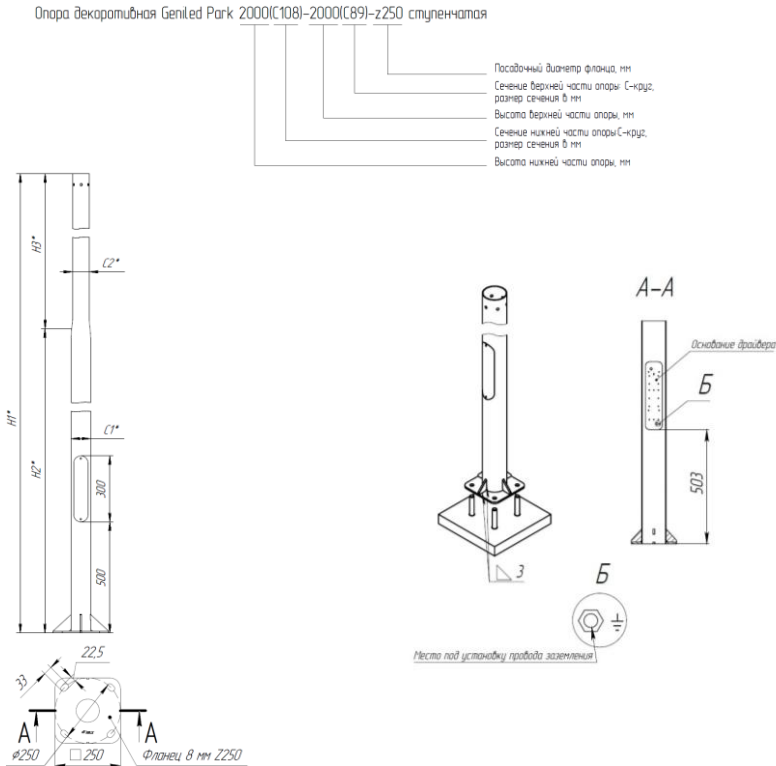

Рисунок 1. Габаритные размеры и составные части ступенчатой опоры Geniled Park.
Габаритные и присоединительные размеры	См. рис. 1
- 5.3. Внимание! Подключение комплекта освещения Geniled к заземлению обязательно! (См рис. 1 и фото 1)